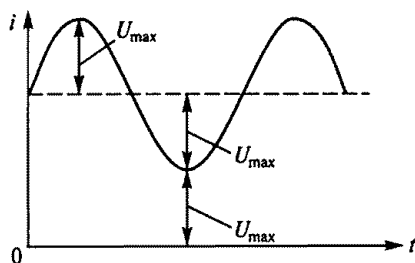

Рис. 107
3.65. Указать неправильный ответ на следующие вопросы, характеризующие кривую напряжения, показанную на рис. 107 (считая значение U_{\max} известным).